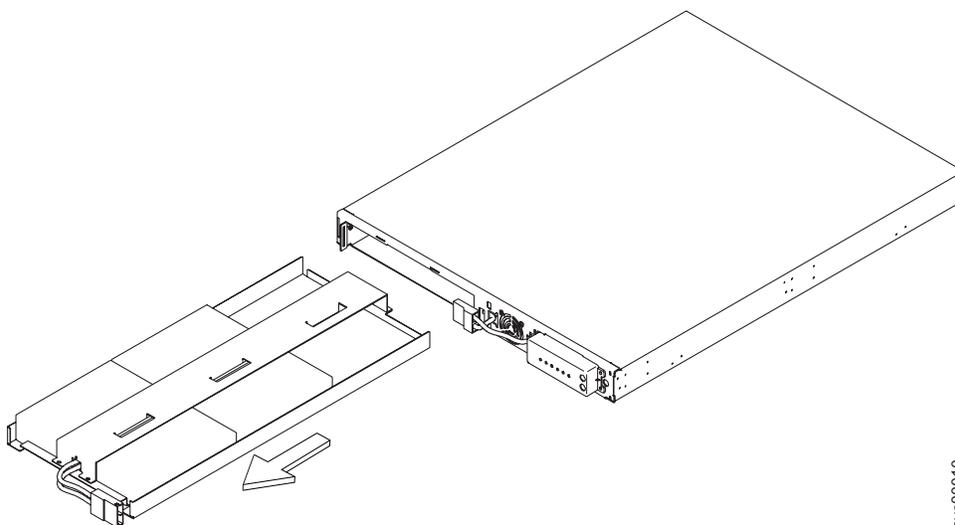

図 322. 2145 UPS-1U バッテリーの取り外し
5. 376 ページの図 322 に示すように、バッテリーをスライドさせて 2145 UPS-1U から取り外し、平らな面に置きます。